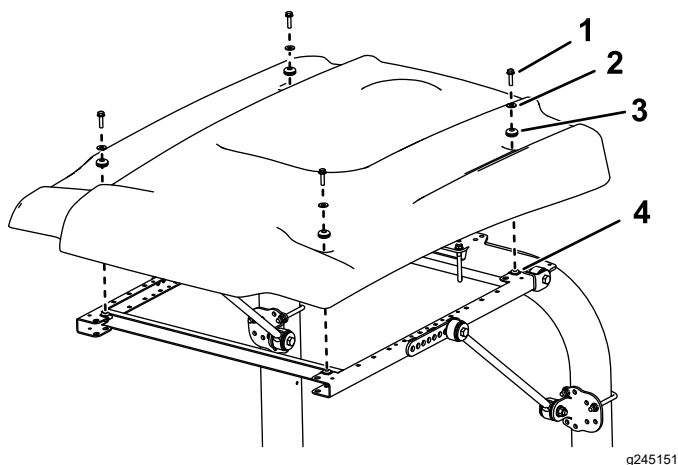

Figura 32
15. Ao alinhar os furos de montagem, posicione o toldo na estrutura como se mostra na Figura 32.
16. Monte, sem apertar completamente, cada canto do toldo na estrutura com um parafuso de cabeça flangeada (5/16 pol. x 1¼ pol.), uma anilha pequena e um olhal (Figura 32).